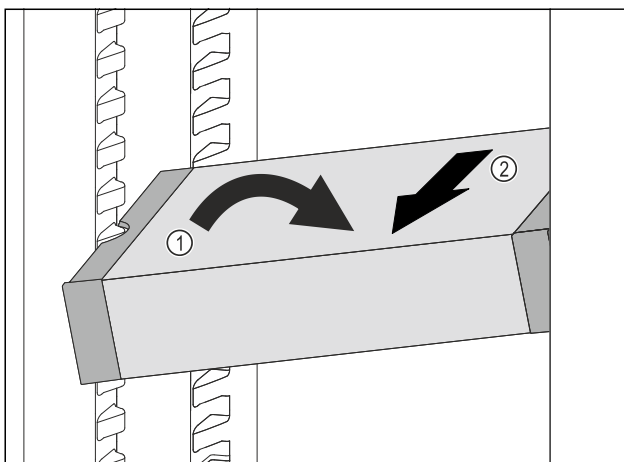

Fig. 102
- VarioSafe im Kühlteil schräg stellen. Fig. 102 (1)
- VarioSafe nach vorne entnehmen. Fig. 102 (2)